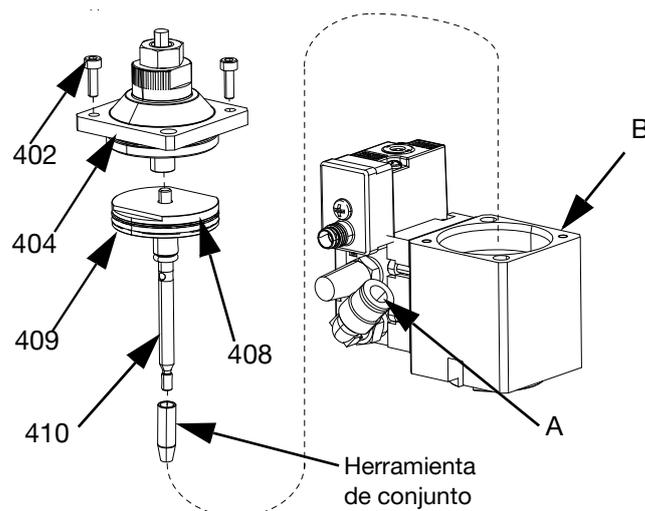

FIG. 23
4. Para montar la sección de aire (B) en válvulas con conjuntos de boquilla antigoteo:
- a. Cambie la junta tórica del pistón (408) si está arañada, cortada o desgastada. Consulte la FIG. 23.
- b. Aplique el adhesivo anaeróbico azul suministrado en las roscas del eje de pistón (410).
- c. Enrosque el eje de pistón (410) en el pistón (409).
- d. Coloque las partes planas del pistón (409) en un tornillo de banco. Coloque una llave Allen en el orificio del eje de pistón (410). Apriete a un par de 0,9-1,1 N•m (8-10 lb-pulg.). Ponga la tuerca (417) en el eje del pistón y apriete a un par de 2,7-4,1 N•m (24-36 lb-pulg.)
- e. Inserte el conjunto de pistón con la herramienta de montaje instalada a través de la junta tórica en la parte inferior de la sección de aire (B).